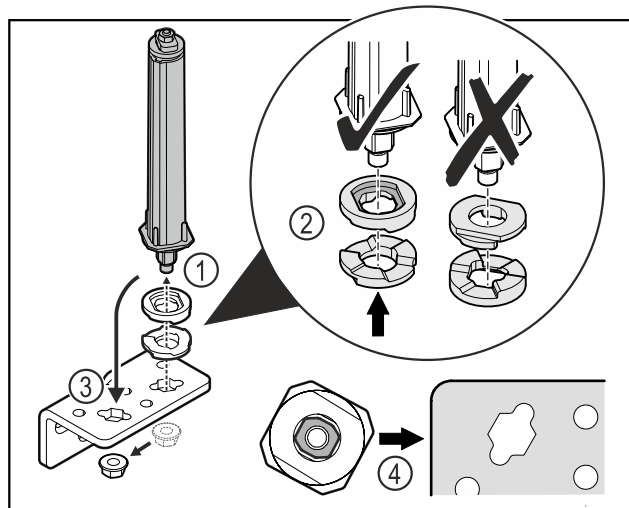

Fig. 38
- ▶ Λύστε το παξιμάδι και αφαιρέστε το σύστημα κλεισίματος πόρτας Fig. 38 (1).
- ▶ Βεβαιωθείτε για τη σωστή ευθυγράμμιση των ροδελών ρύθμισης ύψους Fig. 38 (2).
- ▶ Μεταφέρετε το σύστημα κλεισίματος πόρτας στη γωνία μεντεσέ και στερεώστε με το παξιμάδι Fig. 38 (3).
- ▶ Κατά την τοποθέτηση βεβαιωθείτε για τη σωστή ευθυγράμμιση του συστήματος κλεισίματος πόρτας Fig. 38 (4).